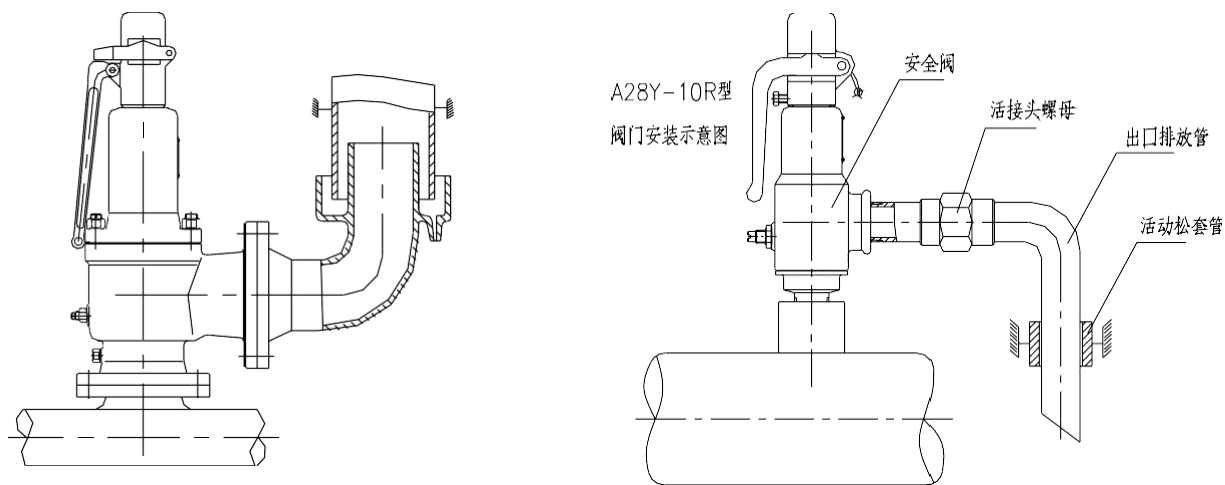

图4
- 2) 管道应以适当的支撑以防管道应力（安装应力 and 热应力）附加到安全阀上，影响安全阀性能，例图 4 是其排放管道设置形式的一种。